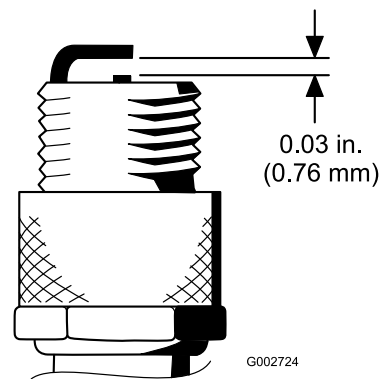

図 37
4. エア・ギャップを 0.76mm に調整する(図 37)。